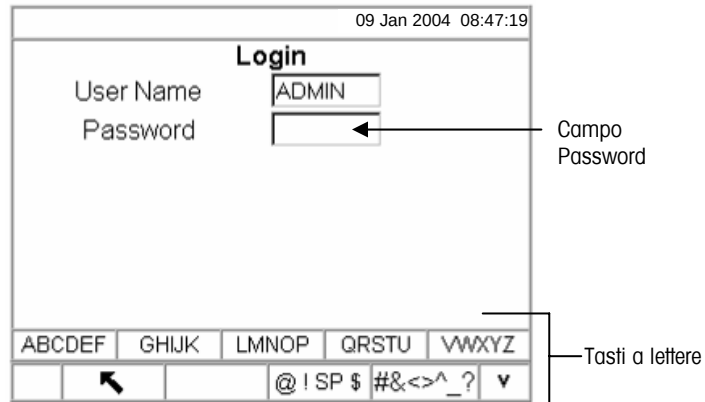

Figura 3-2: Schermata di login (Tasti a lettere)
2. Premere il tasto ENTER (INVIO). I tasti programmabili diventano tasto a lettere (vedere la Figura 3-2).